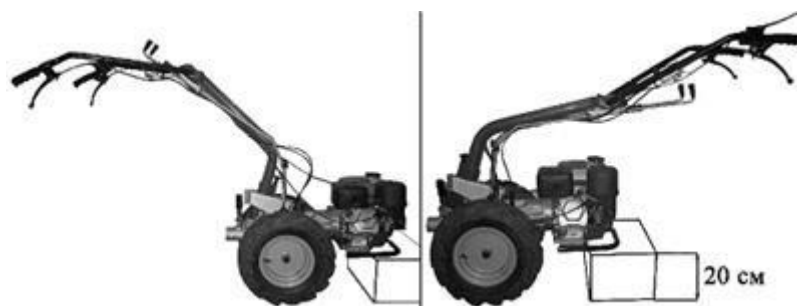

Figura 30
3. Pentru instalarea facilă a accesoriilor, vă rugăm să ridicați partea din spate a motorului cu aproximativ 20cm pentru a menține mașina în poziție orizontală. Consultați Figura 30.